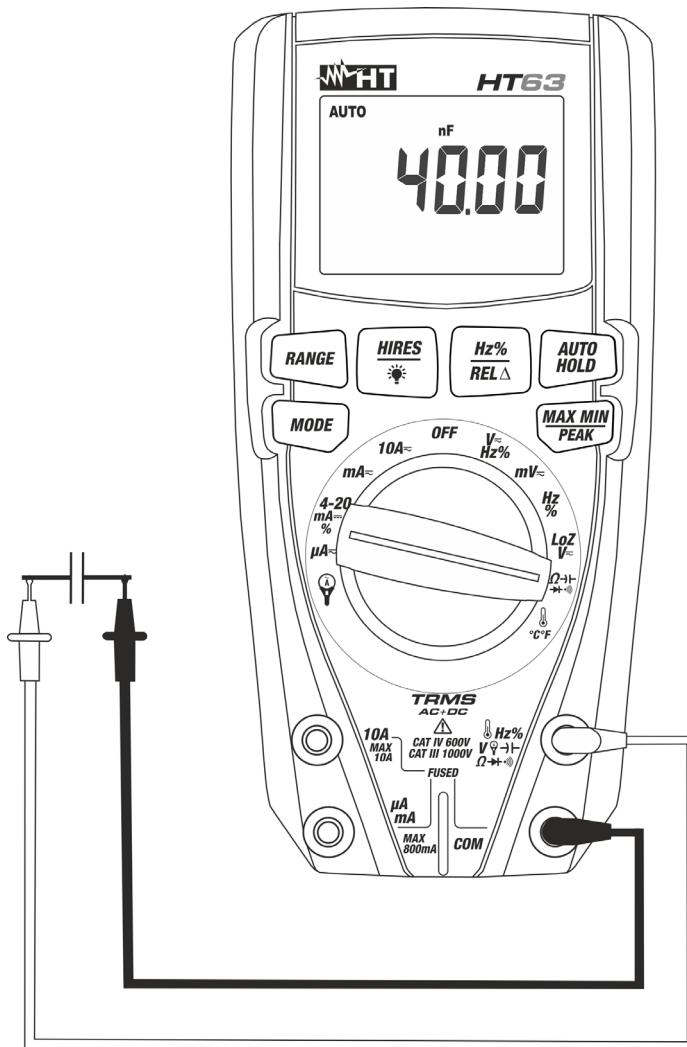

Fig. 8: Uso do instrumento para a medição de Capacidades
5. Colocar as ponteiras nas extremidades do condensador em exame respeitando eventualmente as polaridades positivas (cabo vermelho) e negativas (cabo preto) (ver Fig. 8). O valor da capacidade é apresentado no display. A barra gráfica não está ativa nesta função. **Dependendo do valor de capacidade a ser medida, o instrumento pode usar cerca de 20s antes de exibir o valor final correto**